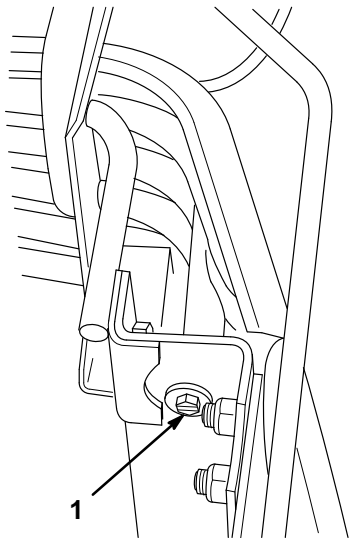

Abbildung 53
2. Den Kühlergrill des Traktors ausbauen, indem die Haube angehoben und die beiden Schrauben und Unterlegscheiben gelöst werden, mit denen er befestigt ist (Abb. 53). Die Haube schließen und den Kühlergrill nach vorne herausziehen.
7. Den Kühlergrill wieder am Traktor anbringen und mit den zwei vorher entfernten Schrauben und Unterlegscheiben befestigen (Abb. 53).
6. Den Kühlergrill wieder am Traktor anbringen und mit den zwei vorher entfernten Schrauben und Unterlegscheiben befestigen (Abb. 53).